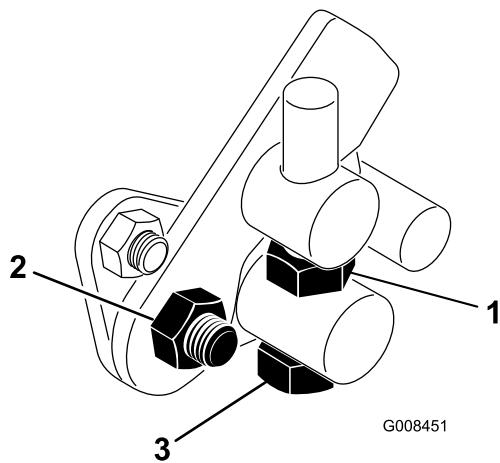

Figura 51
1. Afloje la contratuerca del tornillo de caperuza del muñón (Figura 51).
- Apriete la contratuerca del perno del muñón y la tuerca de la articulación del pedal para bloquear el ajuste (Figura 51). Compruebe el funcionamiento, y vuelva a ajustar si es necesario.